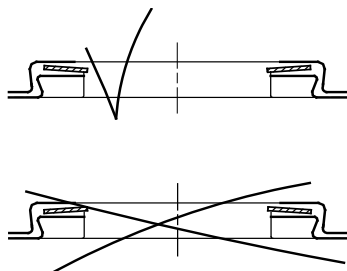

Fig. 10 Montage correct des bagues d'usure
- Vérifier s'il faut remplacer la roue à cause de la friction entre la bague d'usure et le nez de roue. Si l'usure a causé une rainure importante dans le nez de roue (contrôler avec l'ongle), celui-ci doit être remplacé. - Il est recommandé de remplacer les bagues d'usure (pos. 45) et les bloqueurs (pos. 65) chaque fois que la chambre est démontée.	- Soulever le bloqueur (pos. 65) et libérer la chambre en utilisant un tournevis. - Retirer la bague d'usure (pos. 45). - Monter une bague d'usure neuve dans la chambre. Voir fig. 10. - Insérer un bloqueur neuf sur la bague d'usure et dans la chambre. Il doit être possible de déplacer librement la bague d'usure entre le bloqueur et la chambre.